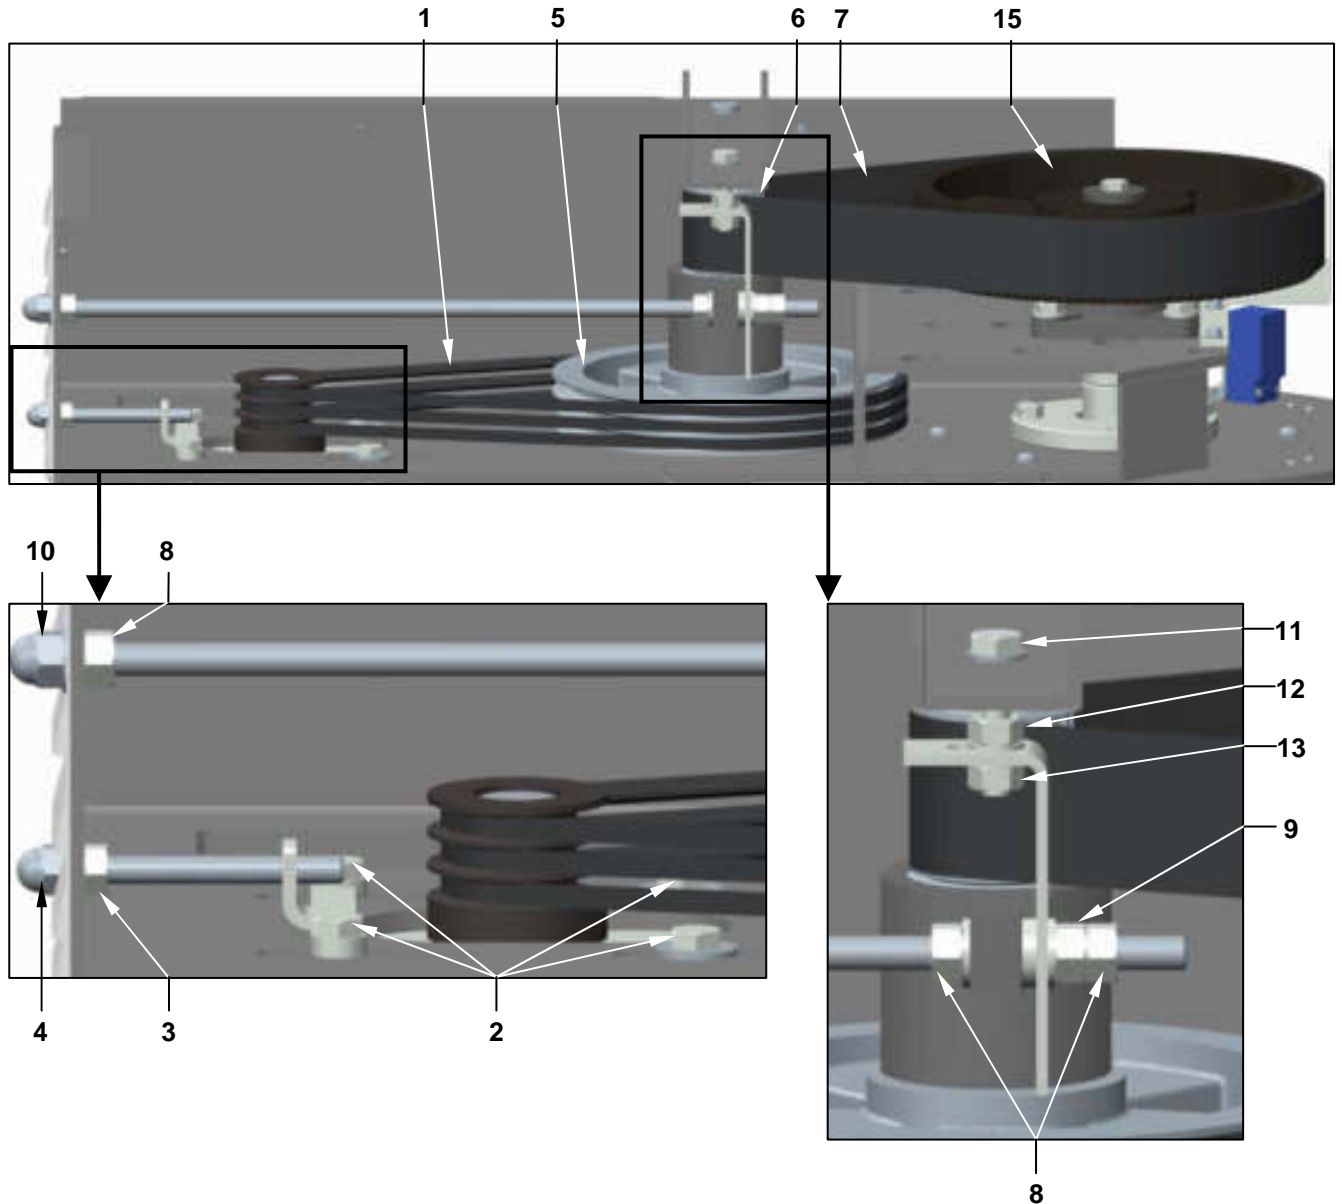

Рисунок 17- Регулировка напряжения ремней передачи
Эти операции относятся к процедуре чрезвычайных/внеплановых ремонтных работ. См. Рисунок 17 после демонтажа верхней защиты (достаточно раскрутить винты, которые её блокируют):
Перед началом работы выполните процедуры безопасности, описанные в разд. 4.1 и надеть перчатки. Если ремни сильно изношены, необходимо заменить их. Для этого достаточно ослабить их (см. разд.4.3) до упора для того, чтобы они вышли из желобов шкива и извлечь их из желобов шкива рис.5 Рисунок 17; вставить новые ремни и отрегулировать их напряжение (см. разд. 4.3).
Особенно внимательно необходимо относиться к замене зубчатого ремня рис.7 Рисунок 17, который должен идеально "сесть" в паз шкива рис.6 и рис.15 Рисунок 17; звук ремня во время движения должен быть слабым и не "прерывистым"
- d) установить диски рис.17 на трубке таким образом, чтобы их расстояние было меньше верхнего отверстия головки двигателя;
- e) изъять рифлёный кронштейн рис.2, вставить его в сквозное отверстие трубки рис.3, вставить прокладку рис.4 и зажать гайку рис.5; кронштейн должен находиться между двумя дисками рис.17; с противоположной стороны закрутить вторую гайку рис.6;
- f) закрутить рифлёный кронштейн со стороны гайки рис.6, в резьбовое отверстие рис.14 вала двигателя, накладывая вторую прокладку (такую же, как на рис.4); диски рис.17 должны оставаться во внутренней части головки двигателя;
- g) закрепить гайку рис.6 с упорной шайбой на верхней части ведущего вала; приложить трубку рис.3 к тыльной стороне головки двигателя, переместить диски рис.17 и переместить их приблизительно на 2 мм от пластин, согнутых к внутренней части головки двигателя; обозначить позицию дисков на трубке; извлечь рифленый кронштейн и заблокировать каждый диск на трубке с помощью эластичного штепселя диаметром 4 мм рис. 18 (осуществить сквозное радиальное отверстие в центре толщины каждого диска трубы на предварительно обозначенной позиции). Если диски стальные, возможно зафиксировать их на трубе с помощью пайки.